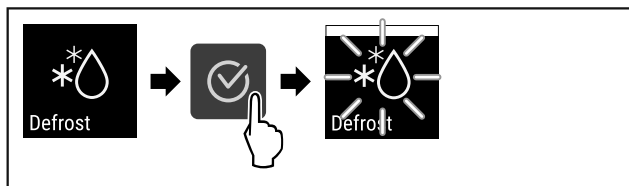

Fig. 86
- ▷ Handlungsschritte (siehe Fig. 86) durchführen.